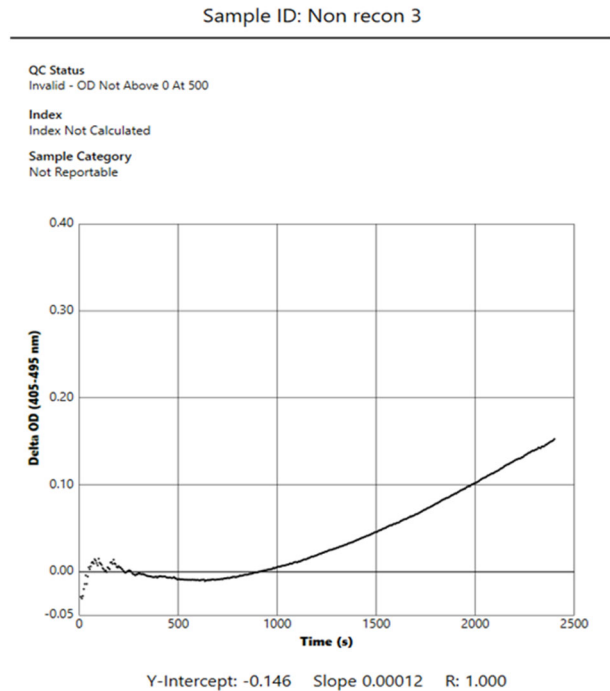

Figure 18. Rapport de résultat du test de BG Analytics® pour un échantillon avec un CQ invalide - Trace cinétique
- Delta OD (405 – 495 nm) en fonction du temps (s) avec l'ordonnée à l'origine, la pente et les valeurs R déterminées entre 1 900 et 2 400 secondes pour permettre une analyse plus approfondie de l'échantillon (voir **Section 8 Dépannage** pour plus d'informations). Un exemple d'échantillon avec un statut de CQ non valide est présenté à la figure 18.